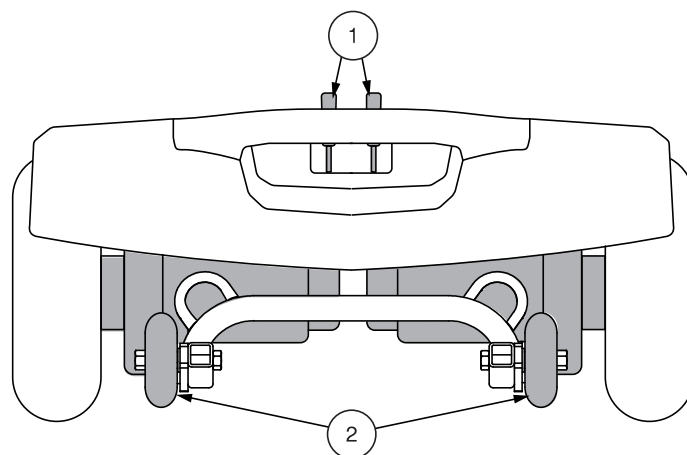

Figura 9. Sezione posteriore - Jazzy ZTS
La miniscooter è dotata di leva di sblocco ruote manuale su ciascun motore. Le leve di sblocco ruote manuale consentono di disattivare il freno del motore per manovrare manualmente la miniscooter. Vedere figura 9.
1. Individuare le leve nella parte posteriore della base elettronica. **Vedere figura 9.**